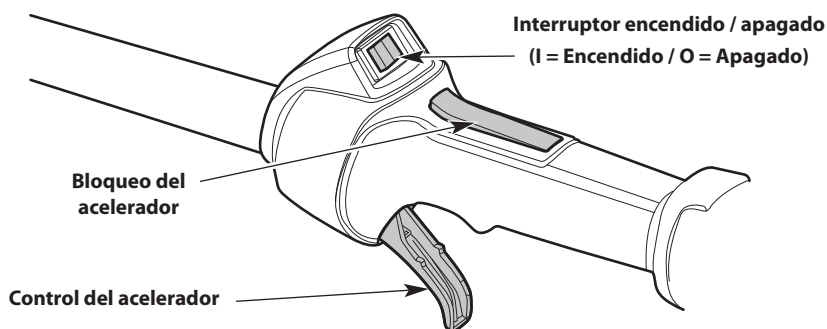

Fig. 10
**NOTA:** No es necesario encender la unidad. El interruptor de encendido/apagado está en la posición **Encendido ( I )** en todo momento (Fig. 10).
4. Oprima y mantenga el bloqueo de acelerador (Fig. 10). Apriete y mantenga oprimido el control del acelerador (Fig. 10).
2. Oprima y mantenga apretado el interruptor de encendido/apagado en la posición **Apagado (O)** hasta que el motor se pare por completo (Fig. 10).
**NOTA:** No es necesario encender la unidad. El interruptor de encendido/apagado está en la posición **Encendido (I)** en todo momento (Fig. 10).
5. Oprima y mantenga el bloqueo de acelerador (Fig. 10). Apriete y mantenga oprimido el control del acelerador (Fig. 10).